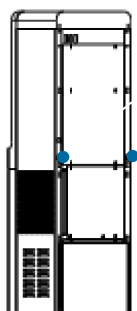

Figure 9 ·
2. Ouvrez la vanne de vidange des réservoirs d'eau froide et d'eau chaude et videz l'eau stockée dans le réservoir (figure 9).